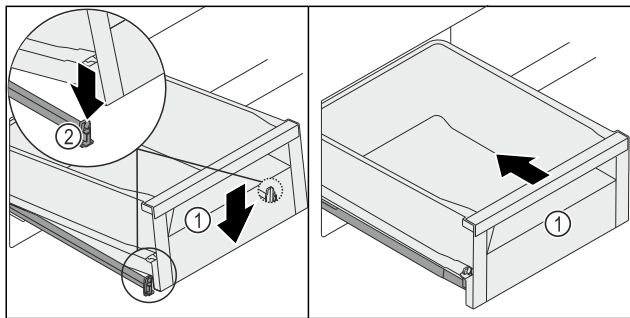

Fig. 129
- ▶ Опустіть висувний ящик Fig. 129 (1) спереду так, щоб він увійшов у затискач Fig. 129 (2) ліворуч і праворуч.
- ▶ Висувний ящик Fig. 129 (1) чутно зафіксується з характерним звуком.
- ▶ Всуňte висувний ящик Fig. 129 (1).